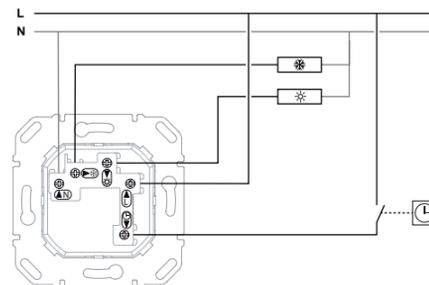

Bild 3: Anschlussplan Temperaturregler, Wechsler
- Regler gemäß Anschlussplan anschließen (Bild 3 oder 4).
■ Bei Bestell-Nr. 2030 20 .. Wippe (7) in den rechten Aufnahmeschlitz des Ein-/Ausschalters stecken.
- Zentralstück (4) über den Designrahmen (2) lagerichtig aufsetzen und mit Befestigungsschraube (5) fixieren.